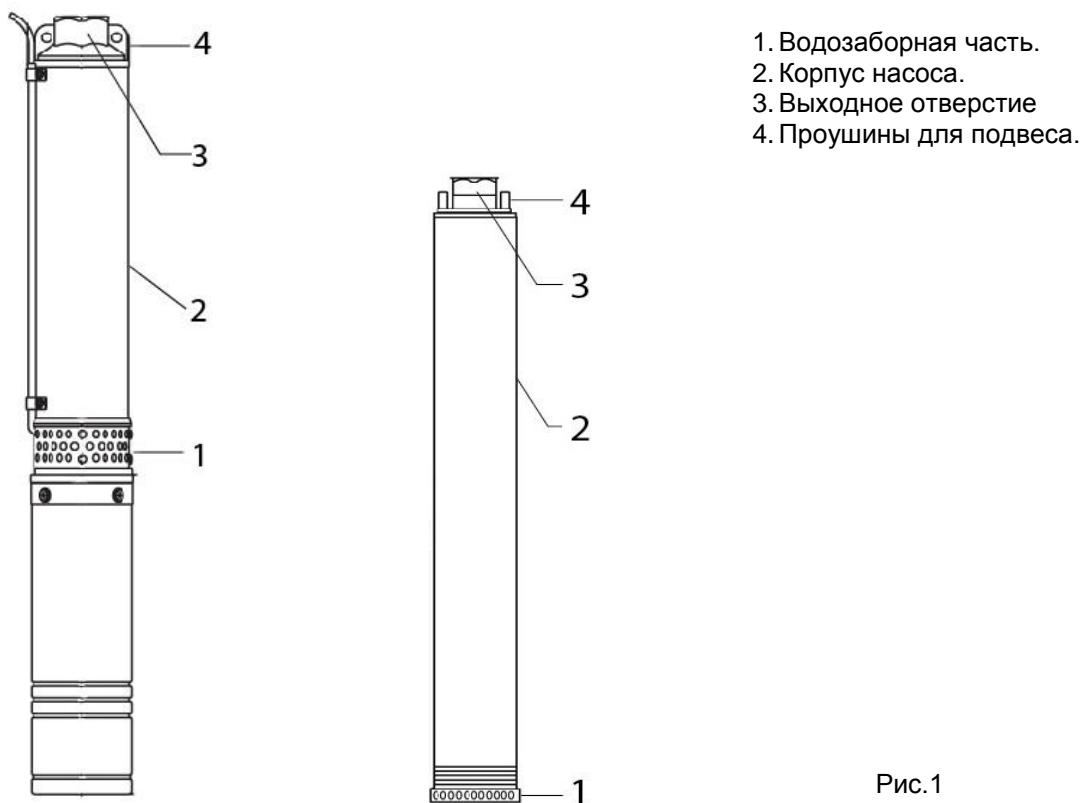

Рис.1
Проверьте провод питания и корпус насоса на предмет повреждения, при обнаружении обратитесь в авторизованный сервисный центр. Перед включением удостоверьтесь, что выпускной трубопровод или шланг имеет проходимость, не засорен и не передавлен. Проверьте и при необходимости очистите водозаборную часть насоса 1 рис.1.
- высоты подъема воды. На максимальной высоте подъема производительность равна нулю, максимальная производительность - на срезе выходного отверстия насоса 3 рис.1.